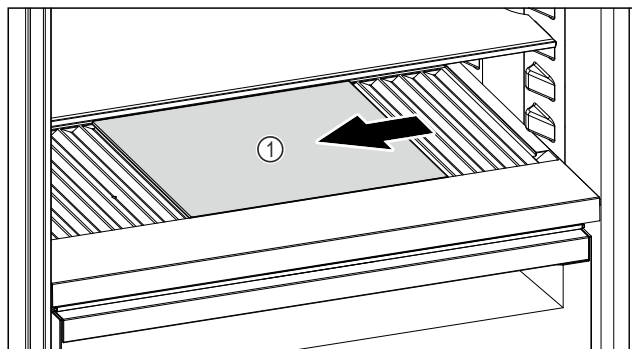

Fig. 151
- Déplacer la plaque de verre Fig. 151 (1) vers la gauche, vers le centre ou vers la droite.